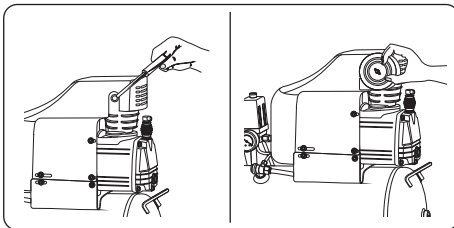

FIGURA 7.7
- Retire el tapón plástico alojado en el filtro de aire, en la tapa de cilindro o en el soporte. Instale enseguida el filtro de aire (figura 7.7).